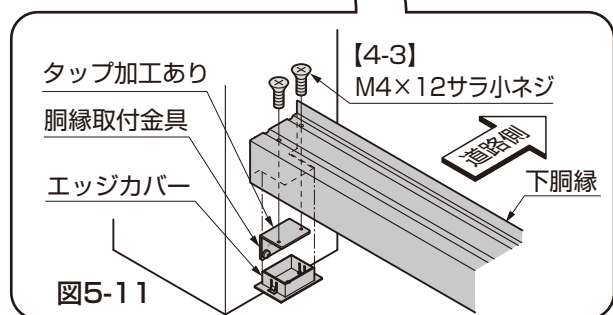

図5-11
- 胴縁取付金具は、タップ加工がある穴を天面にして取付けてください。（図5-11参照）